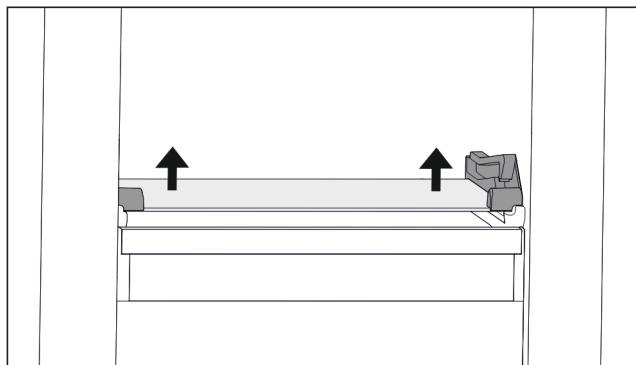

Fig. 92 Tablette en verre du tiroir basculable
- ▶ Appuyer des deux côtés sur la tablette en verre de bas en haut. (voir Fig. 92)